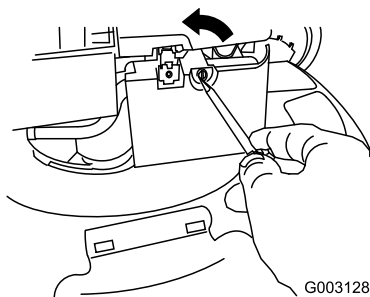

Figura 33
2. Utilice un destornillador para abrir la tapa del filtro de aire (Figura 33).